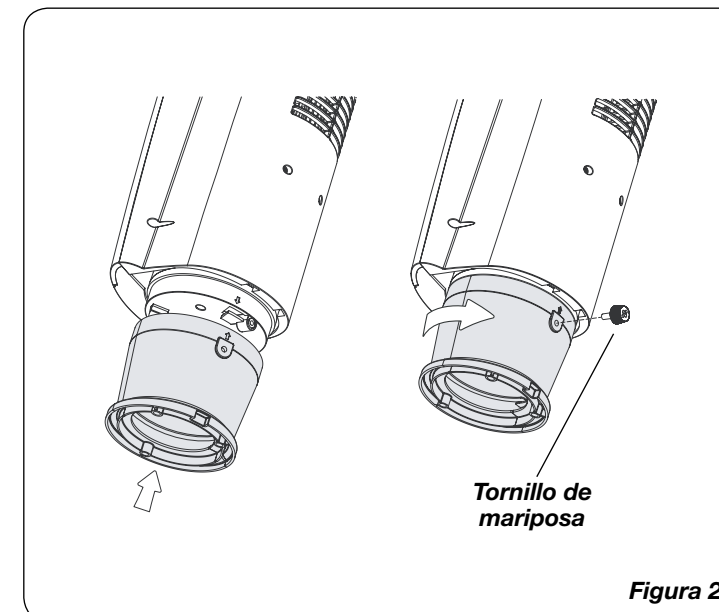

Figura 2
- Bloquear la columna girando en su lugar. Asegure el (1) Tornillo en el orificio en la parte posterior de la columna (Figura 2).